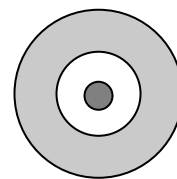

図5
- ② 次に被検レンズの肉厚分だけZステージを下げて行くと、図5の位置で表面に焦点が合いスポットを結びます。